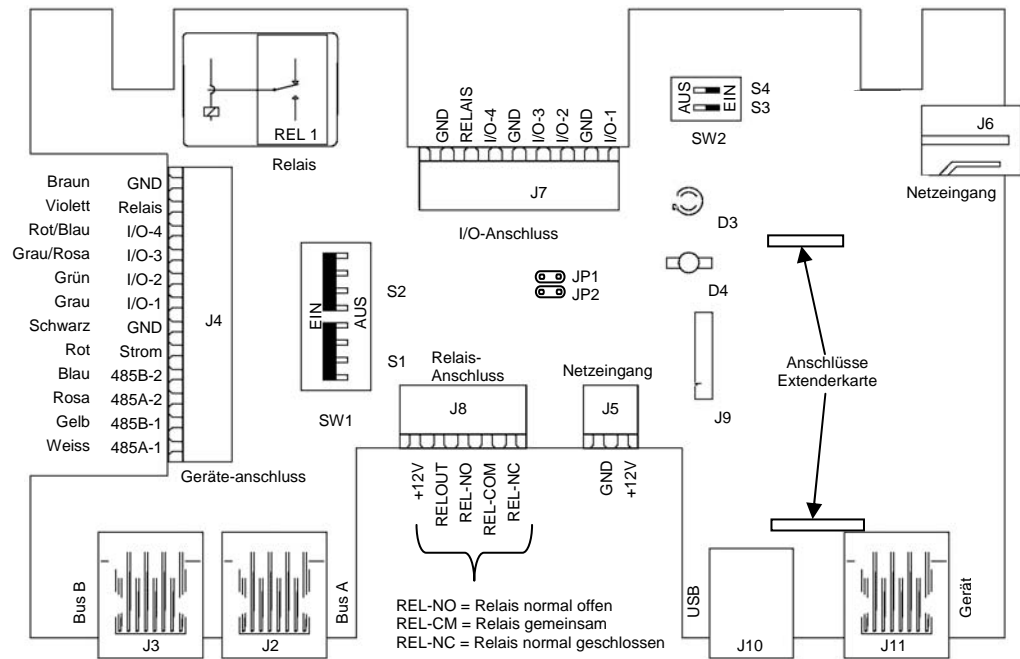

Abbildung 2: Anordnung des Verbindungsgeräts
- B. Die Anschlüsse J4, J5, J7 und J8 (siehe Abbildung 2) können von der Steckplatte entfernt werden, um die notwendigen Verbindungen herzustellen. Brechen Sie den Zwischenraum bzw. die Zwischenräume von der Bodenplatte ab, um einen Kabelausgang zu erhalten. Bringen Sie den Boden mit der Steckplatte an der Wandvorrichtung an.
Abbildung 2 zeigt die Anordnung der Terminals, DIP-Schalter, Anschlüsse, des Relais und der LEDs der bestückten Leiterplatte.
Wenn ein maximaler Schaltstrom von 2A nicht ausreicht, kann ein zusätzliches (externes) Relais an RELOUT angeschlossen werden (siehe Abbildung 2).